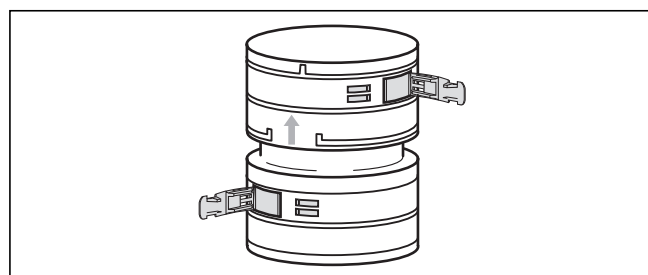
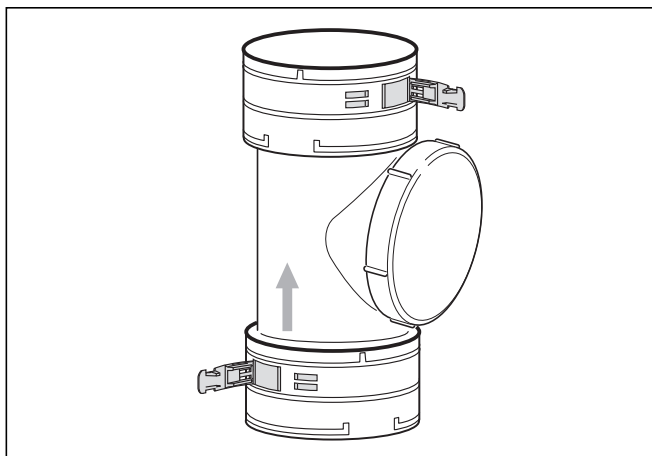

Fig. 5.47 Element de legătură
Fig. 5.48 Element pentru curățare
- Dacă este nevoie montați mai întâi elementele de legătură și cele pentru curățare (vezi Fig. 5.47 și 5.48).
Pentru a nu folosi o conductă flexibilă pentru gaze arse, puteți folosi mai multe părți care se pot îmbina cu elemente de legătură (Art.-Nr.303 512, Fig. 5.47) sau cu elemente pentru curățare (Art.-Nr. 303 511, Fig. 5.48).